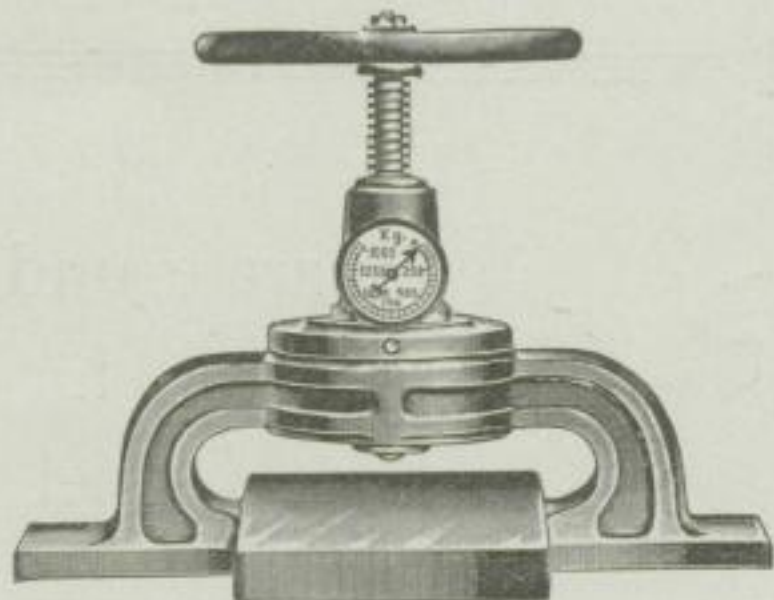

Fig. 1.
Bei der ersten Fahrt mit der Feder a in der Mitte mit dem Federband A (Tragfedern der Eisenbahnwagen) auf die Federband B (Fig. 1), die nach unten hin auf den Lagerrollen ruhen, und an ihrer Stelle auf die Federband C, die unten mit einem Band an den Rollen befestigt sind. In der Mitte des Federbandes befindet sich ein Band, das die Federbande A und B verbindet.
**Fig. 1.** Kleiner Materialprüfungsapparat für 0—3000 bzw. 0—6000 kg Druck, zum Prüfen der Härte des Kollektorenkupfers, der Leitungsdrähte etc. Hubhöhe der Kugel: 35 bzw. 65 mm.